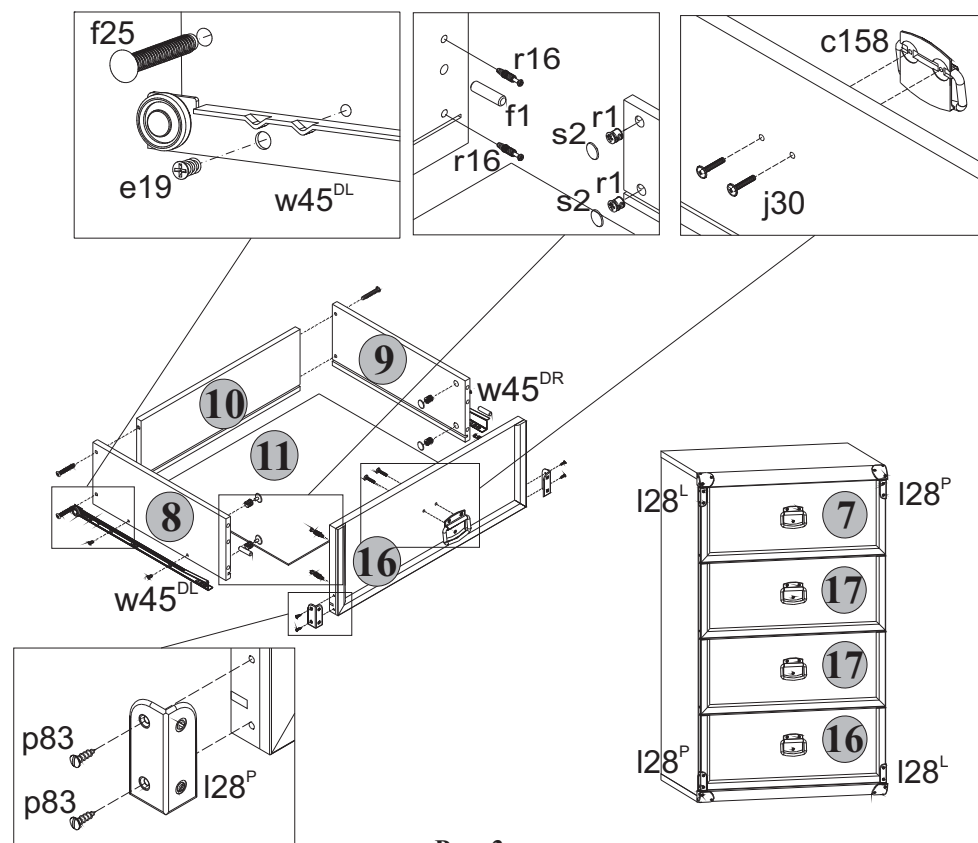

Рис. 3
5.12 В отверстия диаметром **8 мм** на передних кромках стенок боковых **8** и **9** корпусов выдвижных ящиков вбить деревянные шканты **f1 (см.рис.3)**.
5.13 В отверстия диаметром **15 мм** на внутренних поверхностях стенок боковых **8** и **9** корпусов выдвижных ящиков вставить стяжки эксцентриковые **r1 (см.рис.3)**.
5.14 В отверстия диаметром **5 мм** на внутренних поверхностях панелей передних **16, 17** и **7** ящиков выдвижных с помощью крестообразной отвертки вкрутить винты стяжки **r16 (см.рис.3)**.
5.16 Соединить панель переднюю **16** с корпусом ящика выдвижного и затянуть стяжки эксцентриковые **r1**, пользуясь специальным ключом **z1**. Закрыть стяжки эксцентриковые заглушками **s2 (см.рис.3)**.
5.18 Соединить панели передние **17** с корпусами ящиков выдвижных и затянуть стяжки эксцентриковые **r1**, пользуясь специальным ключом **z1**. Закрыть стяжки эксцентриковые заглушками **s2 (см.рис.3)**.
5.19 Соединить панель переднюю **7** с корпусом ящика выдвижного и затянуть стяжки эксцентриковые **r1**, пользуясь специальным ключом **z1**. Закрыть стяжки эксцентриковые заглушками **s2 (см.рис.3)**.